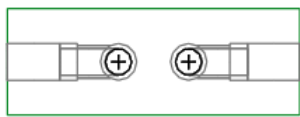
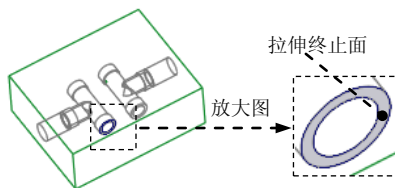
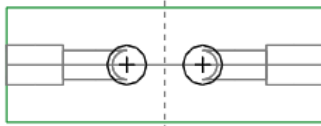
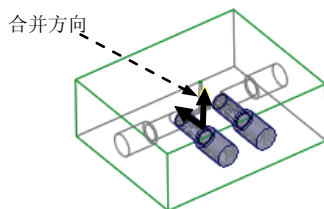

图 15.26 截面草图
图 15.27 拉伸终止面
图 15.29 截面草图
图 15.30 合并曲面
(1) 单击 **分型面** 功能选项卡 **形状** 区域中的“拉伸”按钮 。此时系统弹出“拉伸”操控板。
(2) 定义草绘截面放置属性。在图形区右击, 从系统弹出的菜单中选择 **定义内部草绘...** 命令; 选取 MOLD_FRONT 基准平面为草绘平面, MOLD_RIGHT 基准平面为参考平面, 方向为 **右**; 单击 **草绘** 按钮, 至此系统进入截面草绘环境。
(3) 绘制截面草图。接受系统默认参考; 绘制图 15.26 所示的截面草图 (使用投影命令); 完成截面的绘制后, 单击“草绘”操控板中的“确定”按钮 。
(4) 设置深度选项。
① 在操控板中选取深度类型 (到选定的)。
② 将模型调整到合适位置, 选取图 15.27 所示的模型表面为拉伸终止面。
③ 在操控板中单击 **选项** 按钮, 在“选项”界面中选中 ☒ 封闭端 复选框。
(5) 在操控板中单击 按钮, 完成特征的创建。
(3) 绘制截面草图。选取 MAIN_PARTING_PLN 基准平面为参考平面，绘制图 15.29 所示的截面草图（使用投影命令）；完成截面的绘制后，单击“草绘”操控板中的“确定”按钮 。
① 在操控板中选取深度类型 （到选定的）。
② 将模型调整到合适位置，选取图 15.27 所示的模型表面为拉伸终止面。
③ 在操控板中单击 **选项** 按钮，在“选项”界面中选中 ☒ **封闭端** 复选框。
(5) 在操控板中单击  按钮，完成特征的创建。
Step12. 创建图 15.30 所示的合并曲面特征。
(1) 按住 Ctrl 键，在模型树中选取拉伸 4 和拉伸 5 曲面。
(2) 单击 **分型面** 功能选项卡 **编辑** 区域中的  按钮，此时系统弹出“合并”操控板。
(3) 在“合并”操控板中单击  按钮。